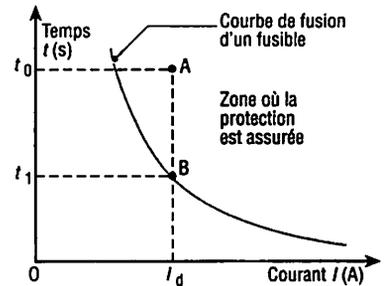

Fig. 3 : La partie supérieure de la courbe indique que la protection contre les contacts indirects est bien assurée.
2.1. Protection par fusible (fig. 3)